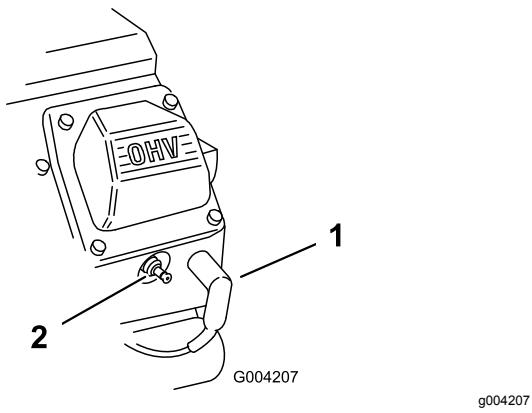

Figura 48
2. Puxe os cabos das velas (Figura 48).
3. Coloque os cabos nas velas de ignição (Figura 48).